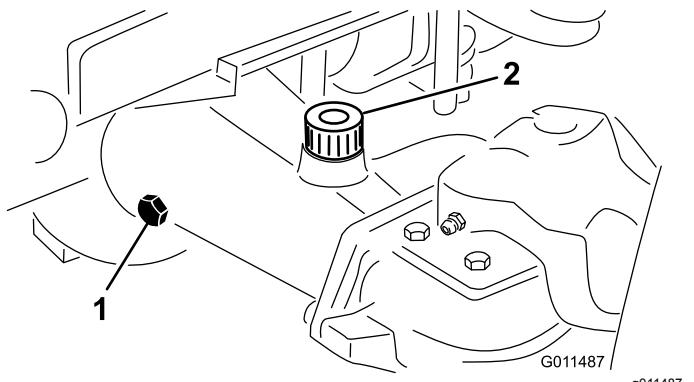

Bild 16
- Entfernen Sie die Prüfschraube aus einem Ende der Achse (Bild 16) und stellen sicher, dass der Schmierstoff die Unterseite des Lochs erreicht. Entfernen Sie bei niedrigem Ölstand die Füllschraube (Bild 16) und füllen genug Öl ein, um den Stand bis an die Unterseite der Prüfschraubenöffnungen anzuheben.